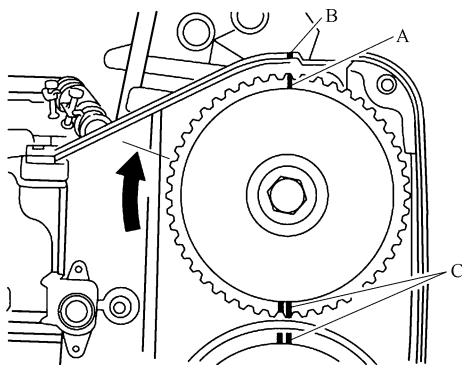

图 27-68 进气凸轮轴链轮标记 A 对准正时带罩上的槽口 B
⑤ 顺时针（从发动机前端看）转动进气凸轮轴链轮（左），使链轮上的标记 A 对准正时带罩上的槽口 B，如图 27-68 所示。